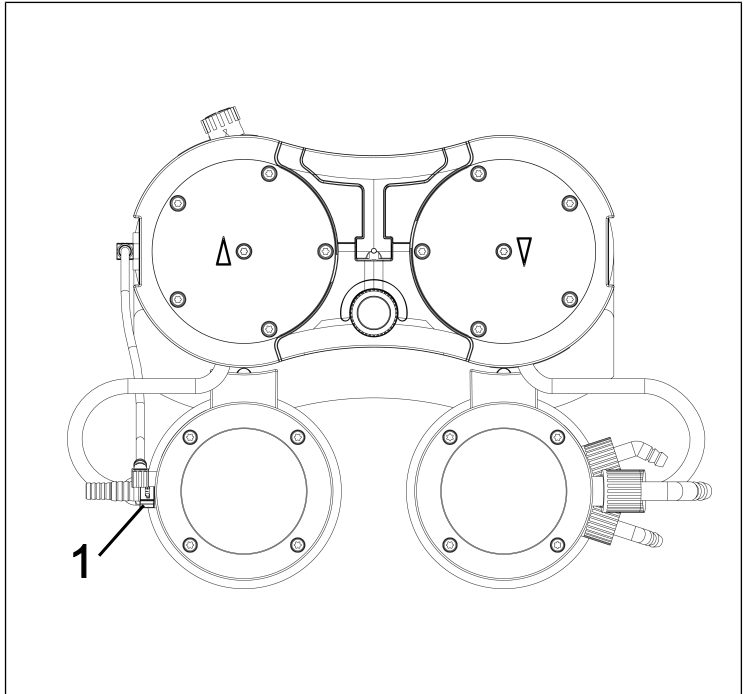

Abb.24: Schlauchverbindung lösen
3. Lösen Sie die Überwurfschraube der Schlauchverbindung (**1/Abb. 24**) von der Vakuumsystemkomponente.
i Benutzen Sie zum Lösen der Überwurfschraube der Schlauchverbindung Abscheider (**1/Abb. 24**) ggf. einen Gabelschlüssel SW14.
10. Schrauben Sie die Überwurfschraube der Schlauchverbindung Abscheider (1/Abb. 24) am Abscheideranschluss bis zum Anschlag ein.
i Benutzen Sie zum Anziehen der Überwurfschraube der Schlauchverbindung Abscheider (1/Abb. 24) ggf. einen Gabelschlüssel SW 14